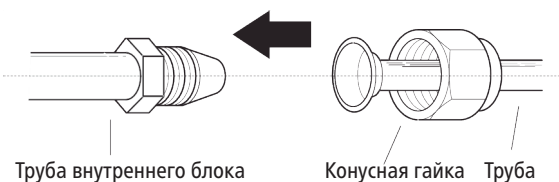

Рис. 5.7
1. Совместите центры двух соединяемых труб. См. **рис. 5.7**.